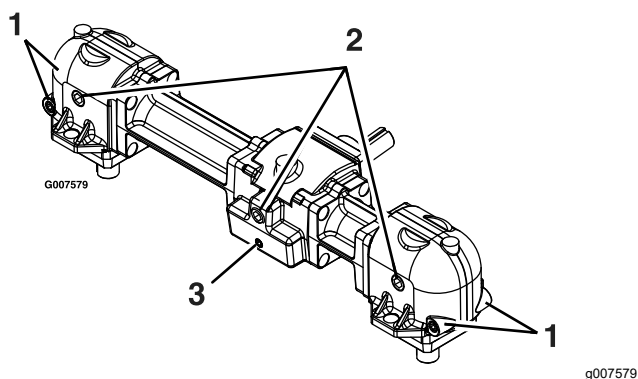

Figura 35
6. Îndepărtați bucul de golire a uleiului de mari dimensiuni de pe partea frontală a fiecărei seciuni din cele 3 seciuni ale cutiei de viteze i scurgeți uleiul (Figura 35).